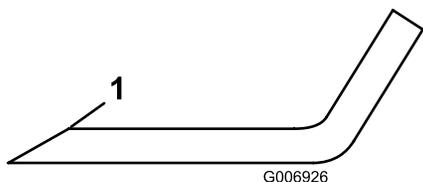

Рисунок 73
3. Осмотрите режущие кромки всех ножей. Заточите режущие кромки, если они затупились или выщерблены. Для обеспечения остроты затачивайте только верхнюю сторону режущей кромки и сохраняйте первоначальный угол заточки (Рисунок 73). Балансировка ножа не нарушается, если с обеих режущих кромок удаляется одинаковое количество материала.